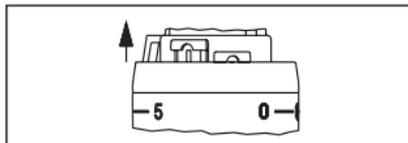

Abb. 7
1. Schieben Sie mittels eines geeigneten Werkzeuges oder Stiftes die Begrenzungselemente aus der „Parkposition“ (zwischen Merkhzahl „5“ und „0“, Abb. 7).